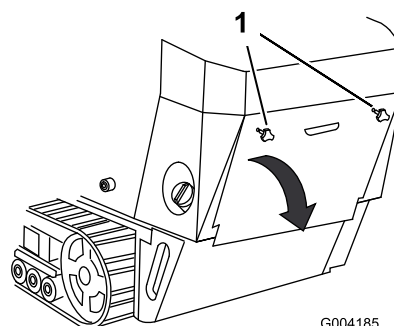

Figura 24
1. Desenrosque los 2 pomos que fijan la tapa de acceso trasera a la máquina (Figura 24).
2. Baje la tapa de acceso trasera y retírela para tener acceso a los componentes internos (Figura 24).